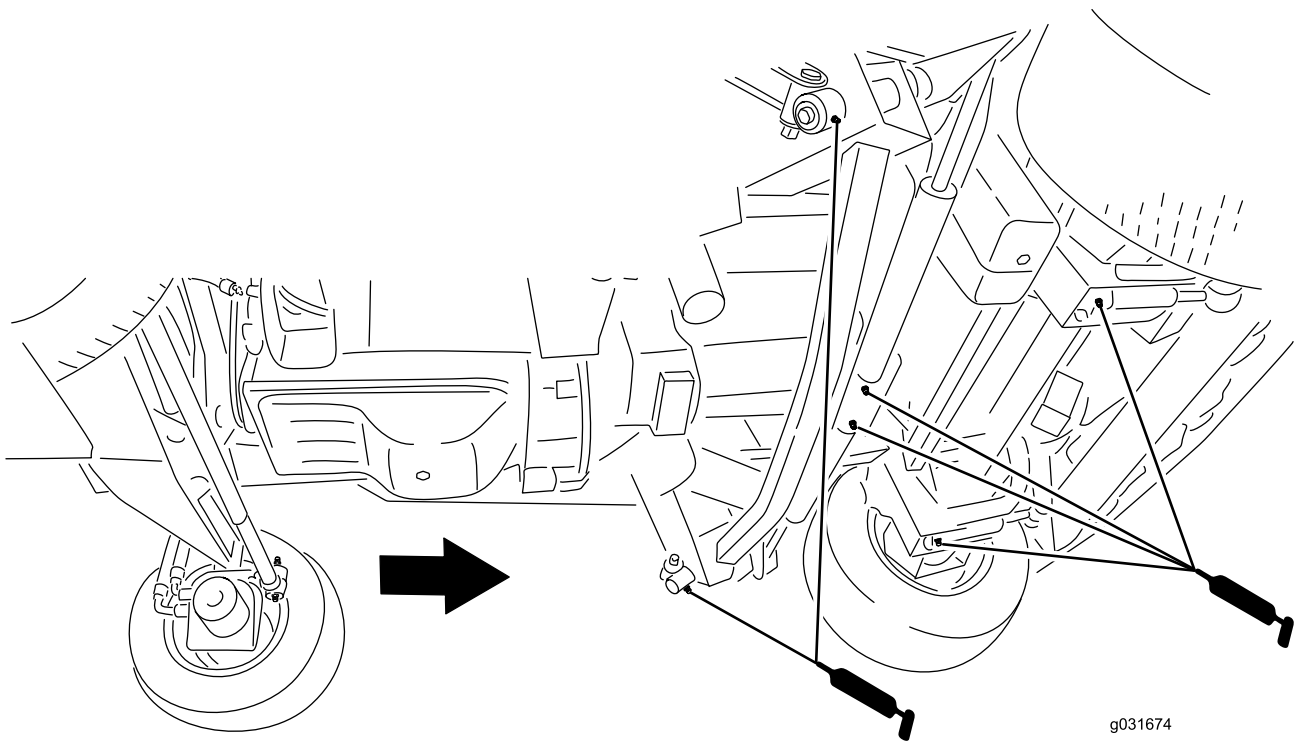

Figure 69
- 2 bras d'impact (Figure 69)
- 2 pivots de vérins de levage de plateau avant (Figure 69)
- 2 pivots de vérins de levage de plateaux latéraux (Figure 69)